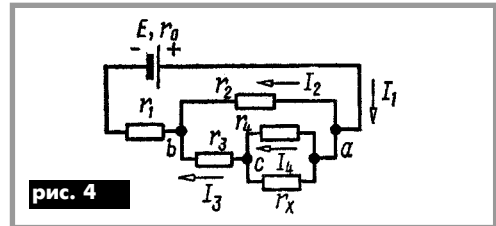

рис. 4
4. В схеме рис.4 найти сопротивление  $r_x$ , если  $I_1 = 2,6 \text{ А}$ ,  $I_3 = 0,6 \text{ А}$ ,  $r_1 = 0,5 \text{ Ом}$ ,  $r_2 = 1,4 \text{ Ом}$ ,  $r_3 = 3 \text{ Ом}$ ,  $r_4 = 2,5 \text{ Ом}$ . Найти ЭДС батареи E, если ее внутреннее сопротивление  $r_0 = 0,1 \text{ Ом}$ .